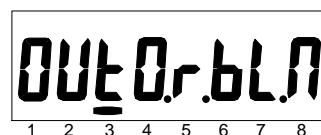

Рисунок 52 - Окно при настройке выхода на режим реле. Реле находится в состоянии «сработало».
5.4.7.11 Если параметр «Подтверждение кнопкой» находится в состоянии «Да», сигнал «Подтверждение возврата кнопкой» возникнет только при длительном нажатии кнопки «КАДР» в окне состояния реле (см. Рисунок 52). Если параметр «Подтверждение кнопкой» находится в состоянии «Нет», сигнал «Подтверждение возврата кнопкой» имеется всегда и нажатие кнопки пользователем не требуется. Использование подтверждения кнопкой может быть полезно, например, при настройке реле на ограничение мощности (через использование лимитов мощности). При срабатывании реле (размыкание реле), возврат (замыкание реле) произойдет, только если события вызвавшие срабатывание устраниены и пользователь нажал на кнопку подтверждения. Это дает возможность пользователю предварительно подготовиться к повторному включению, например, отключить часть или всю свою нагрузку для ограничения пусковых токов.
После окончания времени задержки возврата, если включено в настройках, требуется подтверждение возврата по интерфейсу (см. Рисунок 51) и кнопкой (см. Рисунок 52). Подтверждение возврата по интерфейсу может быть передано как после истечения времени задержки, так и во время отсчета времени задержки.